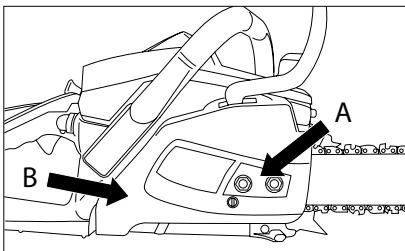

Fig. 5
- Dévissez les deux écrous (A) qui fixent la guide-chaîne et le couvercle de protection. Retirez le couvercle de protection avec le protecteur de frein de chaîne (B) (fig. 5).